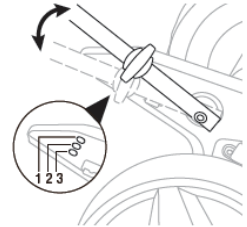

Рис. 4
2. Поднимите или опустите нижнюю рукоятку, чтобы отрегулировать её до удобной высоты использования. На газонокосилке есть 3 уровня регулировки высоты: 1 - максимальное положение относительно земли; 3 - наименьшая высота (Рис. 4).